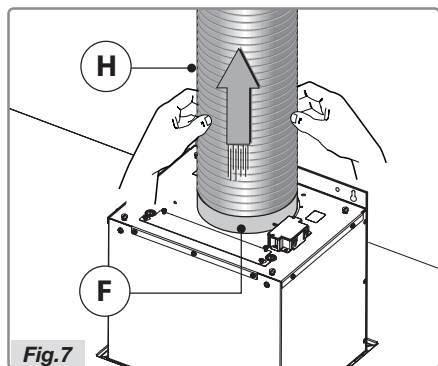

Fig.7
- Fixez le tuyau d'évacuation **H** (non livré avec la hotte) à la bride de raccordement **F**, comme indiqué à la figure 7.